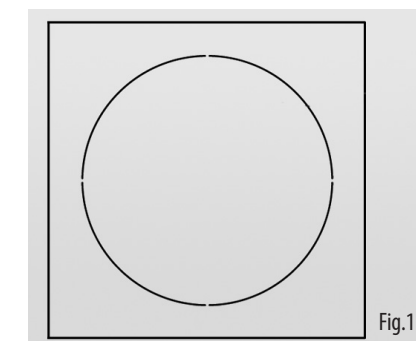
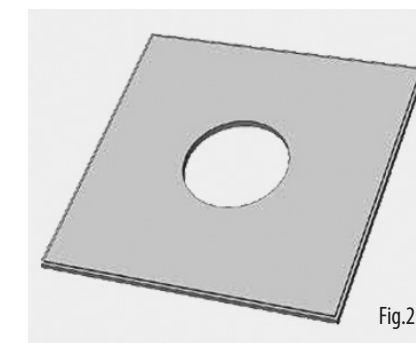
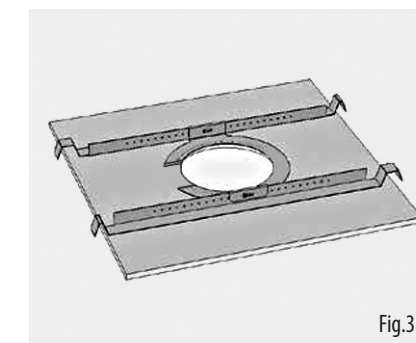

Fig.1
Fig.2
Fig.3
2. Gli altoparlanti vengono forniti con un pressacavo standard per altoparlanti (Fig.1) e un pressacavo opzionale per applicazioni EN5424 (Fig.2). (Si prega di notare che la EN5424 non copre i subwoofer CVS 801S e CVS801SLZ.)
2. Zaag het gat in de plafondtegels uit met een cirkelzaag of cirkelzaag (Afb.2). Plaats de C-ring en tegelbrug bovenop het plafondpaneel, lijn de C-ring uit over het gat, en schroef de C-ring op de tegelbrug met behulp van de meegeleverde bevestigingen. (Afb.3)
Bij gebruik van een power driver adviseert Tannoy een aanhaalmoment van 1,5 Nm. (Afb.3)
2. De luidsprekers worden geleverd met een standaard luidsprekerkabelklem (Afb.1) en een optionele wartel voor EN5424-toepassingen (Afb.2). (Houd er rekening mee dat EN5424 niet van toepassing is op de CVS 801S en CVS801SLZ subwoofers.)
3. Voer de kabel erdoor en bevestig deze aan de Euro-type connector (Fig.3).
4. Gebruik voor aansluiting op een versterker pennen 1 en 2 (afb. 3, 4, 5):
2. Klipp ut hålet i takplattan med en cirkelsåg eller dynsåg (bild 2). Placera C-ringen och kakelbryggan ovanpå takpanelen, rikta C-ringen över hålet och skruva C-ringen på kakelbryggan med hjälp av de medföljande fästena. (Bild 3)
2. Klipp ut hålet i taket med en dynsåg och skjut sedan C-ringen i taket och rikta in den över utskärningshålet. (Bild 2)
Om du använder en kraftdrivare rekommenderar Tannoy en vridmomentinställning på 1,5 Nm. (Bild 3)
3. Klipp ut hålet i taket med en dynsåg. (Bild 2)
2. Högtalarna levereras med en standardhögtalarkabelklämma (bild 1) och en valfri förskruvning för EN5424-applikationer (bild 2). (Observera att EN5424 inte täcker subwoofrarna CVS 801S och CVS801SLZ.)
3. Mata kabeln igenom och fäst den på kontakten av Euro-typ (bild 3)."
4. För anslutning till en förstärkare, använd stift 1 och 2 (bild 3, 4, 5):
2. Wytnij otwór w płycie sufitowej za pomocą piły tarczowej lub piły tarczowej (rys. 2). Umieść pierścień C i mostek na górze panelu sufitowego, wyrównując pierścień C z otworem i przykręć pierścień C do mostka płytowego za pomocą dostarczonych mocowań. (Ryc.3)